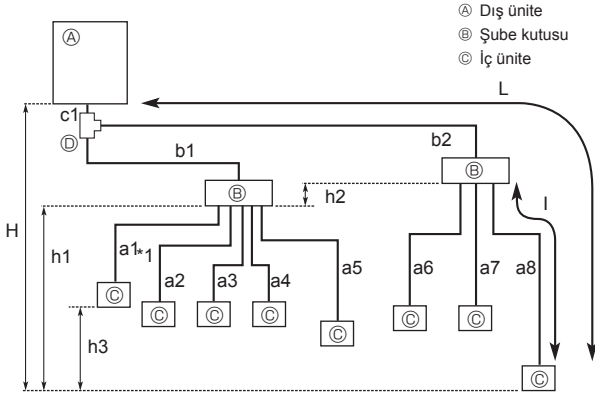

Fig. 4-2
4.2.2. Dağıtım Kutusu Bağlantı (Fig. 4-2)